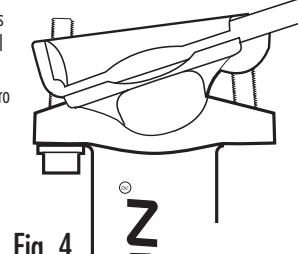

Fig. 4
**FR Toutes les tiges de selle Thomson sont conçues avec des butées métalliques positives (Fig. 3). Ces butées positives et longueurs de boulons sont conçues pour fonctionner conjointement et permettre une inclinaison maximale de 5 degrés vers le haut et de 29 degrés vers le bas. Ce qui signifie que l'ajustement de l'inclinaison des brides sera stoppé par la butée positive avant que le boulon arrière ne sorte de la tige (Fig 4). Cela évite d'endommager les boulons, les écrous, les pattes et les brides de serrage en cas d'inclinaison excessive. Ne remplacez pas le boulon de serrage par un boulon plus long ; ce dernier ne permettra pas une plus grande inclinaison.**
**DE Alle Thomson-Sattelstützen sind mit positiven Metallstopfern ausgestattet (Abb. 3). Diese positiven Stopper und Schraubenlängen derart konzipiert, dass sie zusammen eine maximale Neigung nach oben von 5 Grad und nach unten von 29 Grad gewährleisten. Das bedeutet, dass der angepasste Neigungswinkel der Klammern von dem positiven Stopper gestoppt wird, bevor der hintere Schraube aus der Mutter rutscht (Abb. 4). Hierdurch wird eine Beschädigung der Schrauben, Muttern, Ohren und Klammern wegen einer übermäßigen Justierung vermieden. Die Schafschraube nicht durch eine längere Schraube ersetzen, eine längere Schraube wird keinen höheren Neigungswinkel zulassen.**
**IT Tutti i reggisella Thomson sono progettati con fermi metallici positivi (fig. 3). Le lunghezze di questi fermi metallici e dei bulloni sono concepite per consentire un'inclinazione massima di 5 gradi verso l'alto e di 29 gradi verso il basso. In altre parole, la regolazione dell'inclinazione dei morsetti sarà arrestata dal fermo positivo prima che il bullone posteriore fuoriesca dal dodo (fig. 4). In questo modo si evita di danneggiare i bulloni, i dadi, i fori e i morsetti con una regolazione eccessiva. Non sostituire il bullone fornito con uno più lungo. Un bullone più lungo non consente un'inclinazione maggiore.**
**ES Todas las tijas de sillín Thomson están diseñadas con topes de seguridad de metal (fig. 3). Se diseñaron estos topes de seguridad y las longitudes de los pernos para que trabajen juntos y permitan una inclinación máxima de 5° hacia arriba y 29° hacia abajo. Esto significa que el tope de seguridad detendrá el ajuste de la inclinación de las abrazaderas antes de que el perno trasero se salga de la tija (fig. 4). Esta característica previene daños a los pernos, las tuercas, las orejetas y las abrazaderas, que se producirían en caso de exceso de ajuste. No reemplace el perno de fábrica con otro más largo, ya que un perno más largo no permitirá alcanzar una inclinación mayor.**